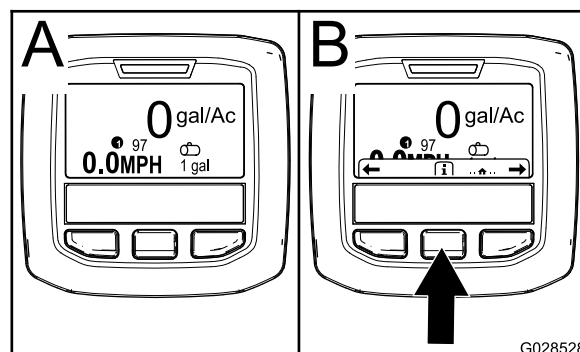

Figura 60
2. Após cerca de 15 segundos, o ecrã inicial surge; pressione o botão de seleção central para mostrar o contexto da informação (Figura 60).